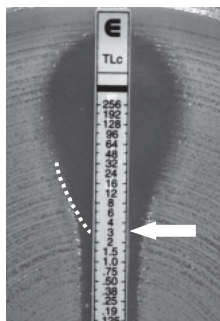

Рис. 15.
- Такие микроорганизмы, как стафилококки, *Acinetobacter* spp., анаэробы и гонококки могут быть чувствительными к сульбактаму, тазобактаму и клавулановой кислоте в чистом виде. Для Etest PTC и TLC это может привести к образованию эллипса ингибирования с вытянутыми параллельными полосами ингибирования вдоль полоски. Экстраполируйте верхнюю эллиптическую кривизну, направленную в сторону полоски, для получения МИК (см. **ИНСТРУКЦИЮ ПО УЧЕТУ РЕЗУЛЬТАТОВ ETEST**, рис. 15).